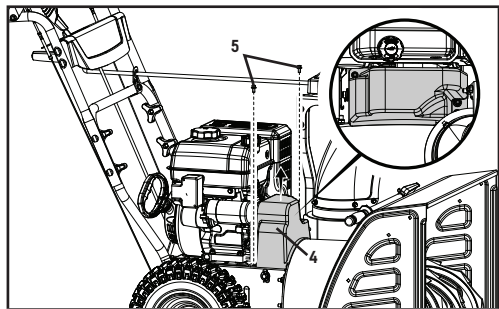

Figure 39
1. Enlevez le couvercle en plastique de la courroie (4) sur le devant du moteur en enlevant 2 boulons M6 × 16 (5) (figure 39).